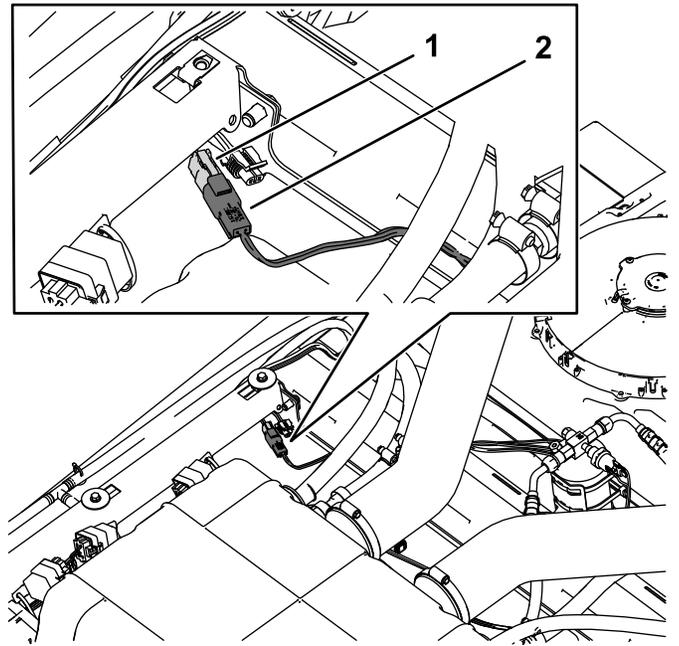

图 2
2. 在驾驶室顶部找到驾驶室线束上松动的 2 针插槽接头并连接警示灯线束电源连接器图 2。